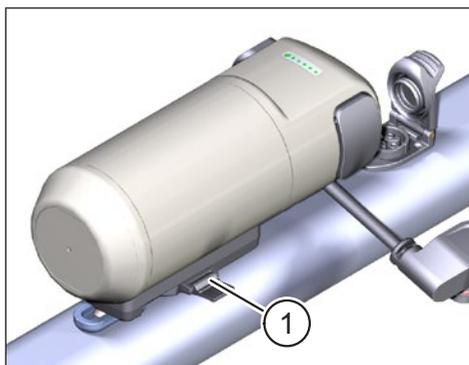

Fig. 6: Sistema FIDLOCK® bloqueado
- ▶ Empuje la lengüeta de bloqueo hasta el tope (ver Pos. 1 en Fig. 6), para fijar el Range Extender firmemente en su sitio.